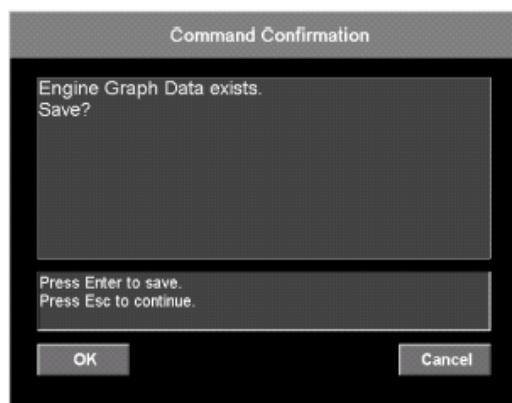

Рис. 57
8. Программа показывает диалог подтверждения, спрашивающий, уверены ли Вы, что Вы желаете удалить предварительно сохраненный сигнал и данные графика (см. рис. 57). Щелкните **OK** (или нажмите клавишу Enter), чтобы сохранить новые данные (переписывая старые данные). тогда окно графика будет закрыто.